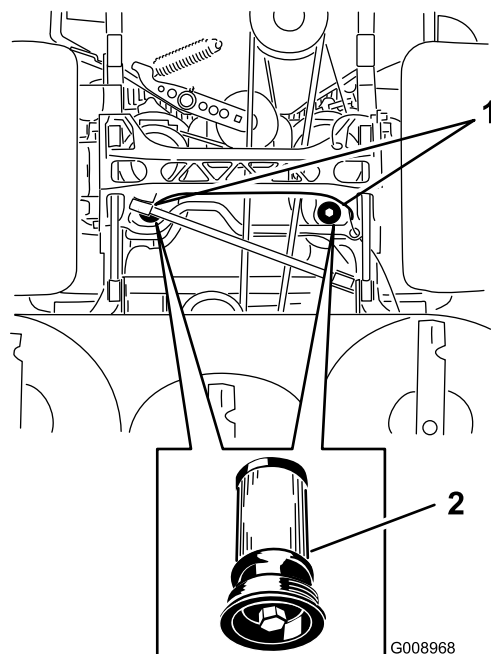

Bild 94
5. Stellen Sie eine Auffangwanne unter den Filter, nehmen Sie den alten Filter heraus und reinigen Sie die Oberfläche (Bild 94).
6. Ölen Sie die Gummidichtung am Ersatzfilter leicht mit Frischöl ein (Bild 94).